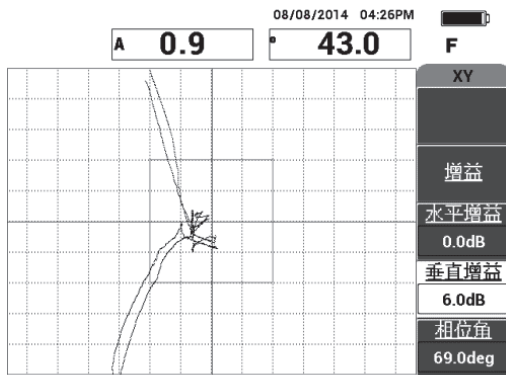

图 6-9 调整水平增益和垂直增益
- 如果需要，调整**水平增益**（C 键）和**垂直增益**（D 键），以更清晰地辨别近端脱粘和远端脱粘缺陷（参见第 127 页的图 6-9）。